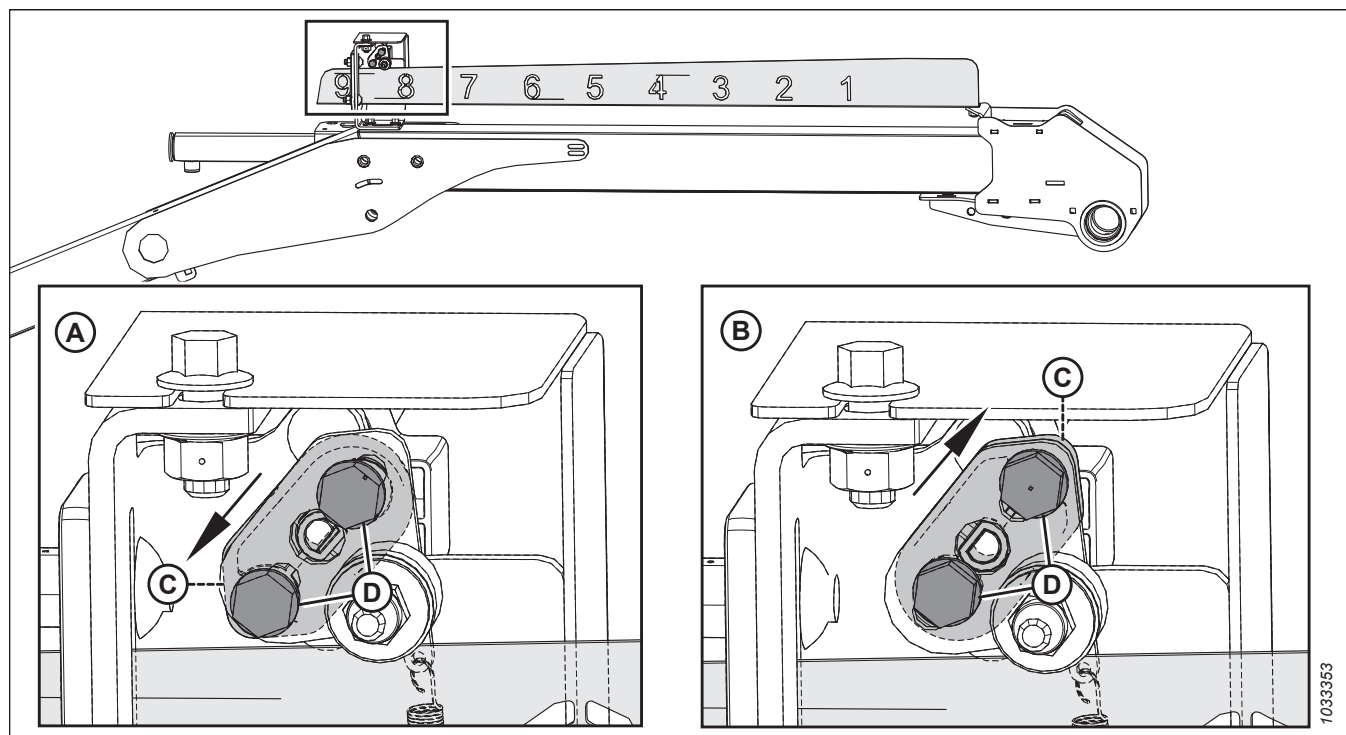

Figure 8.16: Configurations du bras de capteur
3. Contrôlez l'orientation du bras du capteur (C) et du matériel (D). Assurez-vous que le bras du capteur est correctement configuré pour votre machine ; consultez la figure 8.16, page 251.